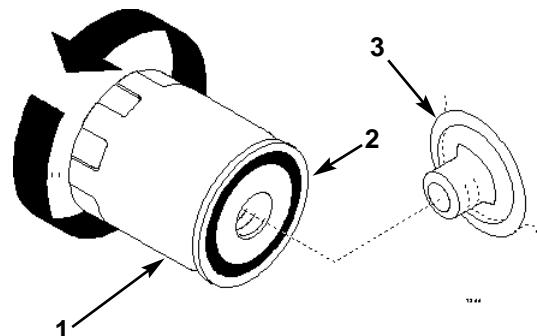

Bild 22
2. Den alten Filter entfernen und die Filteradapterdichtfläche (Bild 22) sauber wischen.
3. Die Gummidichtung am Austauschfilter mit einer dünnen Schicht von frischem Öl überziehen (Bild 22).
4. Den AustauschölfILTER in den Filteradapter einschrauben. Den Ölfilter soweit im Uhrzeigersinn drehen, bis die Gummidichtung mit dem Filteradapter Kontakt nimmt, dann den Filter um eine weitere $\frac{1}{2}$ Umdrehung festziehen (Bild 22).